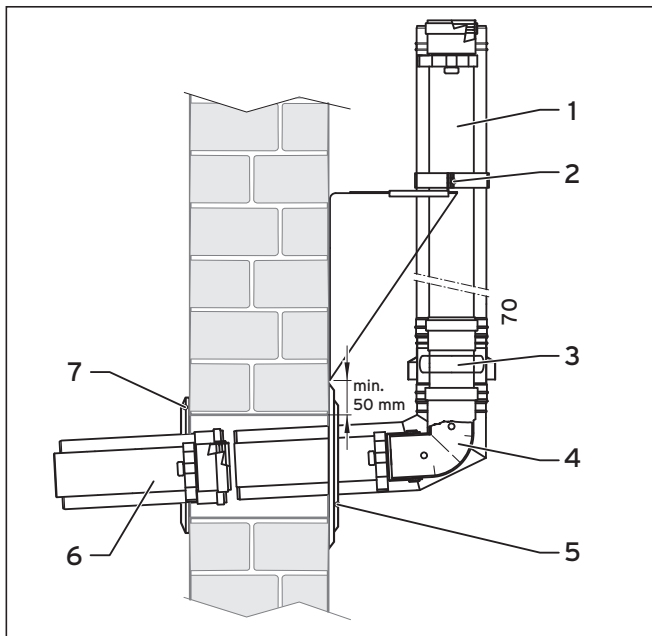
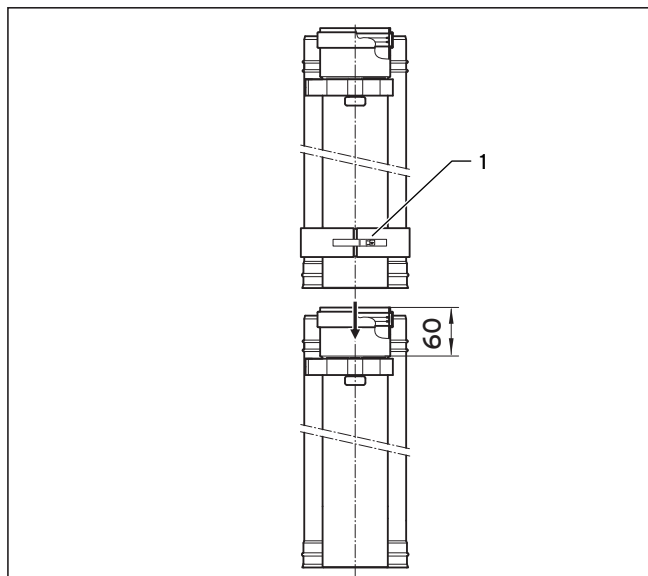
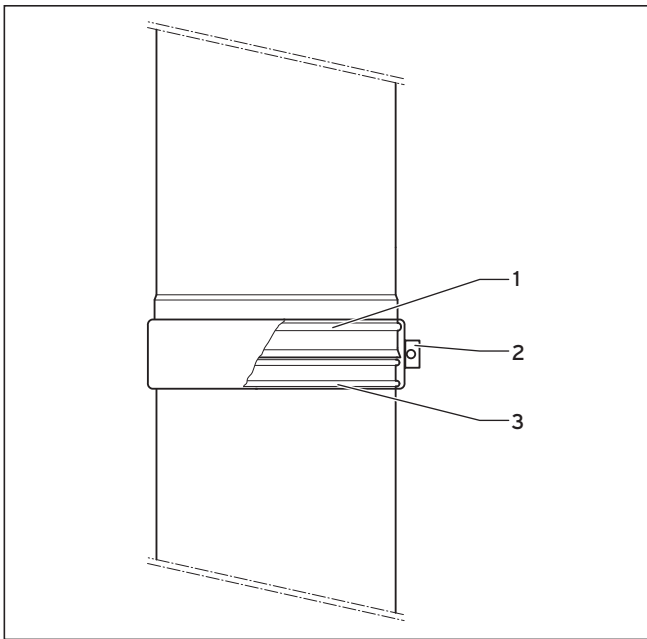

Fig. 6.23 Montaggio del raccordo per il condotto sulla parete esterna
Fig. 6.24 Assemblaggio dei componenti di evacuazione fumi del sistema esterno
Fig. 6.25 Bloccaggio degli elementi della parete esterna con fascette
- Applicare una fascetta stringitubo (1, fig. 6.24) rispettivamente su una prolunga per parete esterna (1, fig. 6.23) e sull'elemento di aspirazione dell'aria (3, fig. 6.23).
- Inserire l'elemento di aspirazione dell'aria (3, fig. 6.23) nella curva passante a parete (4, fig. 6.23) fino all'arresto, e la prolunga per parete esterna (1, fig. 6.23) nell'elemento di aspirazione dell'aria (3, fig. 6.23).
- Applicare la fascetta stingitubo (1, fig. 6.24) sulle due nervature esterne (1, 3, fig. 6.25) e stringere il dispositivo di serraggio (2, fig. 6.25).
- Inserire la curva passante a parete (4, fig. 6.23) con l'elemento di aspirazione dell'aria e la prolunga nella breccia del muro.
- Applicare il collare della mensola (2, fig. 6.23) alla prolunga per parete esterna e serrare le due viti di arresto.
- Eventualmente accorciare la prolunga bianca (6, fig. 6.23).
- Inserire la prolunga bianca 6, fig. 6.23) dall'interno nella curva passante a parete (4, fig. 6.23).
- Avvitare la rosetta interna (7, fig. 6.23) dall'interno.
- Avvitare la rosetta esterna (5, fig. 6.23) dall'esterno.